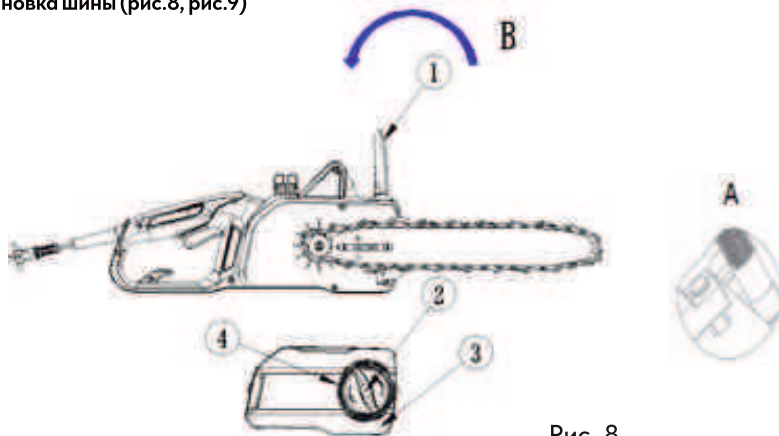
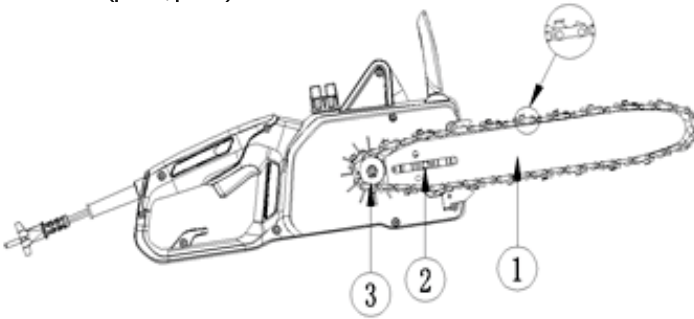

Рис. 8
Рис. 9
8.1 Установка шины (рис.8, рис.9)
1. Переведите щиток/рычаг тормоза (рис.8 поз.1) в положение как показано стрелкой, в сторону рукоятки, для выключения тормоза.
2. Открутите фиксатор (рис.8 поз.2) против направления часовой стрелки и снимите вместе с крышкой (рис.8 поз.3).
3. Установите шину (рис.9 поз.1) совместив паз в шине с болтом (рис.9 поз.2) переместите шину ближе к ведущей звездочке, чтобы легко установить цепь.
8.2 Установка цепи (рис.8, рис.9)
1. Наденьте пильную цепь на звездочку (рис.9 поз.3) и шину (рис.9 поз.1).
3. Установите крышку (рис.8 поз.3) и закрутите фиксатор (рис.8 поз.2).
2. Поворачивая натяжитель (рис.8 поз.4) попадите штифтом натяжителя в отверстие шины
(рис.8/А).
3. Наденьте крышку (рис.8 поз.4) и закрутите фиксатор крышки (рис.8 поз.2) по часовой стрелке.
4. Поверните натяжитель (рис.8 поз.4) по часовой стрелке, до корректной натяжки цепи.
5. Закрутите фиксатор крышки (рис.8 поз.2) по часовой стрелке, для окончательной фиксации.